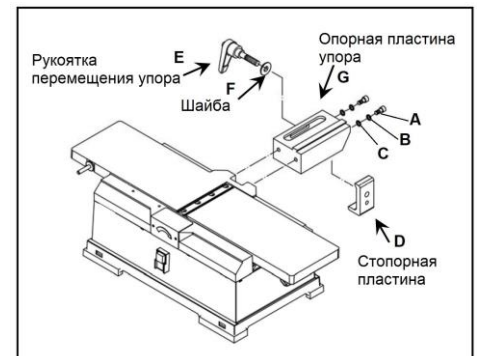
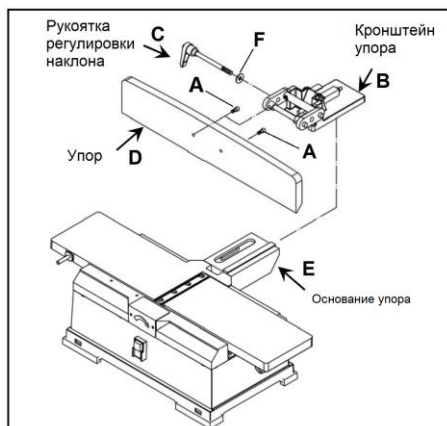
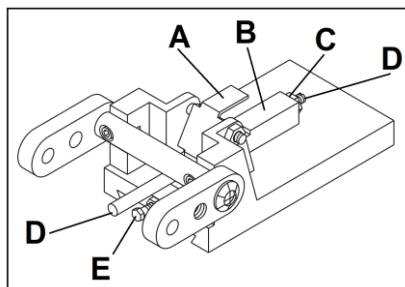

Рисунок 2
Рисунок 5
Рисунок 6
- Прикрепите основание упора (G, Рисунок 2) к фуговальному станку с помощью винтов (М6х16, А, Рисунок 2), плоских шайб (М6, В, Рисунок 2) и контршайб (М6, С, Рисунок 2).
- Вставьте стопорную пластину (D, рисунок 2) в основание упора. Установите стопорную пластину так, чтобы штифты касались нижнего края основания упора.
- Закрепите стопорную пластину в требуемом положении с помощью рукоятки перемещения упора (Е, Рисунок 2) и шайбы (F, Рисунок 2).
- Прикрепите упор (D, Рисунок 5) к кронштейну упора (B, Рисунок 5) с помощью двух винтов (M6x20, A, Рисунок 5).
- Наденьте упор и кронштейн на соединение «ласточкин хвост» основания упора (E, рис. 5) и стопорную пластину (D, рис. 2).
- Задвиньте упор вперед так, чтобы он находился над столами строгального станка. В этом положении край ограждения ножевого вала будет упираться в упор, и ножевой вал будет закрыт по всей ширине. Зафиксируйте кронштейн в этом положении с помощью рукоятки перемещения упора (E, Рисунок 2).
- Вставьте рукоятку регулировки наклона упора (C, Рисунок 5) с шайбой (F, Рисунок 5) через правую петлю и вкрутите в левую.
- Убедитесь, что ограничительная пластина (A, Рисунок 6) упирается в паз блока (B, Рисунок 6). Установите упор на вал (D, Рис. 6) и зафиксируйте положение упора с помощью рукоятки регулировки наклона (C, Рис. 5).
- Приложите комбинированный угольник к лицевой стороне упора и поверхности стола. Упор и поверхность стола должны располагаться под углом 90 ° друг к другу. В противном случае ослабьте рукоятку регулировки наклона (C, Рисунок 5), ослабьте гайку (C, Рисунок 6) и поверните вал (D, Рисунок 6) с помощью отвертки, пока упор не будет расположен перпендикулярно столу. Зафиксируйте положение упора, затянув гайку (C, Рисунок 6).
- С помощью датчика угла наклона или транспортира, проверьте положение ограничителей угла поворота внутрь и наружу под 45°. Ограничитель угла поворота на 45° внутрь (E, Рисунок 6) - это